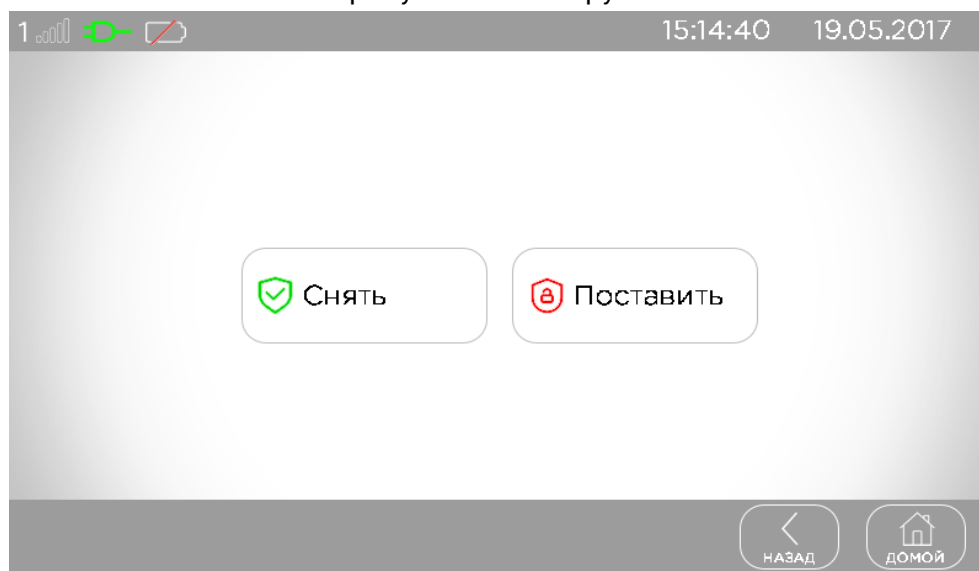

Рисунок 7. Выбор общей постановки/снятия
- Для снятия с охраны **с экрана верхнего уровня** нужно предварительно нажать кнопку «**Общая постановка/снятие**» и на появившемся экране ввести общий 4-х значный цифровой пароль, а затем выбрать действие, выполняемое этим паролем – кнопка «**Снять**» с охраны несколько групп, см. рисунок 7.